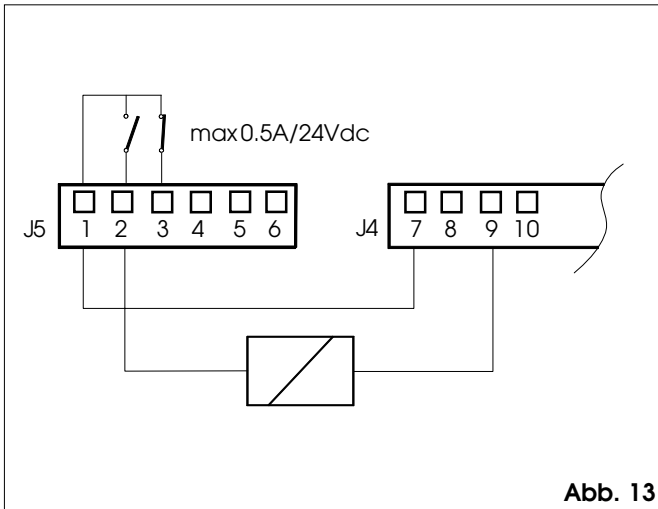

Abb. 13
Klemmenleiste J5 Anschluss der Relaisausgänge (Abb. 13, 14, 15)
- 2 **Elektroschloss - Arbeitskontakt (max. Kapazität 0,5 A / 24 V) (Abb. 13)**